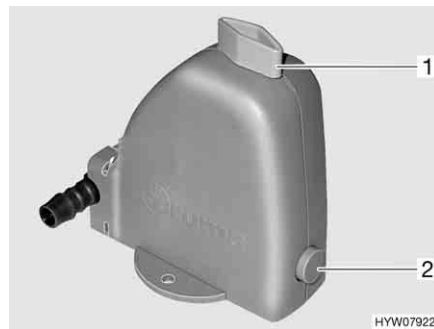

Bild 182 Varmvattenberedarens säkerhets-/avtappningsventil
Varmvattenberedaren är utrustad med en säkerhets-/avtappningsventil (Bild 182). Säkerhets-/avtappningsventilen gör så att vattnet i varmvattenberedaren inte kallnar när det är frost och värmen inte är påslagen.
- Säkerhets-/avtappningsventilen stängs. Ställ vredet (Bild 182,1) diagonalt mot säkerhets-/avtappningsventilen och tryck in tryckknappen (Bild 182,2).
- Öppna säkerhets-/avtappningsventil. Vrid då vredet (Bild 182,1) mot säkerhets-/avtappningsventilen. Tryckknappen (Bild 182,2) skjuts ut. Nu töms varmvattenberedaren via säkerhets-/avtappningsventilen utomhus.